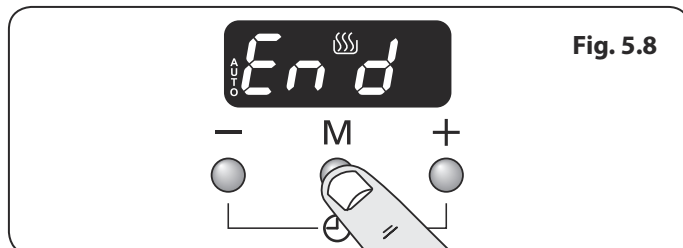
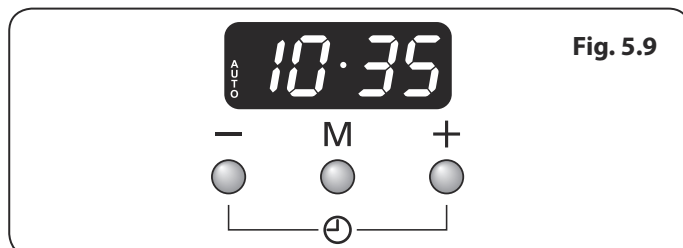

Fig. 5.8
Fig. 5.9
2. Tryck på lägesknappen [M] tills displayen blinkar (End) (**Fig. 5.8**). Välj därefter "stopptid" med knapparna [+] eller [-]. Den aktuella tiden visas tillsammans med ordet "AUTO" (**Fig. 5.9**).